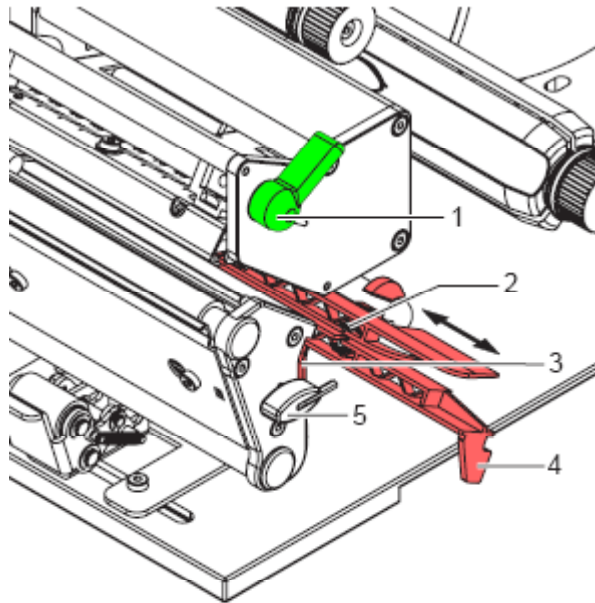

Abbildung 2
1. Andruckhebel (1, Abbildung 2) gegen den Uhrzeigersinn drehen, um den Druckkopf zu entriegeln.
1. Andruckhebel (, Abbildung 2) gegen den Uhrzeigersinn drehen, um den Druckkopf zu entriegeln.